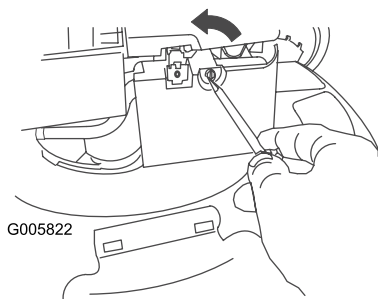

Figure 28
1. Ouvrez le couvercle du filtre à air avec un tournevis (Figure 28)